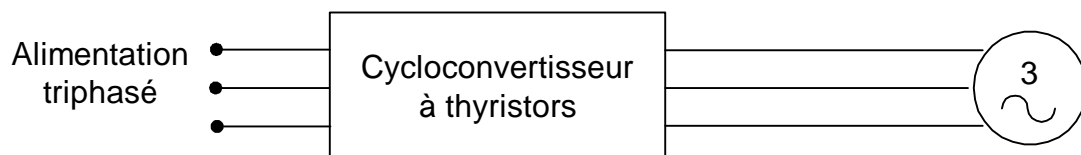

FIGURE 1.6 CYCLOCONVERTISSEUR
- de cycloconvertisseurs (Figure 1.6).